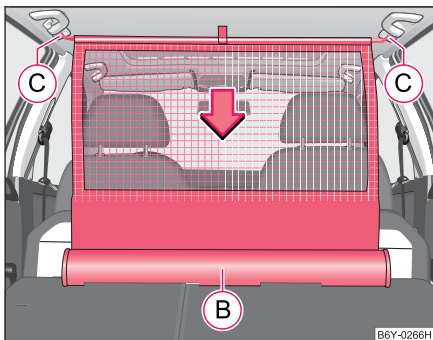

Abb. 60 Netztrennwand einrollen
- Ziehen Sie die Querstange erst auf der einen, dann auf der anderen Seite etwas nach hinten und nehmen die Querstange aus den Aufnahmen (C) ⇒ Abb. 60.
- **Halten** Sie die Querstange so, dass die Netztrennwand in das Gehäuse (B) langsam und ohne Beschädigung einrollen kann.